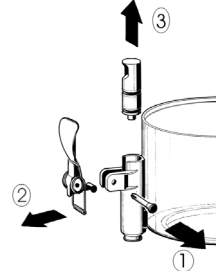

Bild 1
- 3 Den Hahn in der angegebenen Reihenfolge zerlegen (siehe Abbildung 1).
**3** Den Hahn an den Behälter anbauen; dabei mit Bezug auf die Zerlegung in der umgekehrten Reihenfolge vorgehen (siehe Abbildung 1).